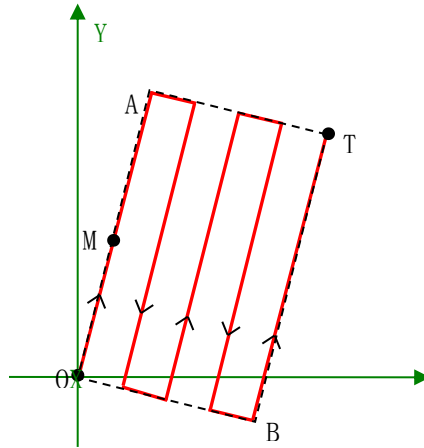

图 6.21 逐行模式的矩形插补运动示意图
如图 6.21 所示，要进行一次逐行模式的矩形插补运动，必须确定以下三个参数：
- (1) 对角位置，如图 6.21 中的点 T，该点确定了矩形的对角点。
- (2) 矩形方向标记位置，如图 6.21 中的点 M。矩形方向标记位置确定了矩形插补运动第一条边的运动方向，该方向为射线 OM 的方向。此时，通过对角位置坐标及矩形边的方向，则可以确定该矩形区域的框架，如图 6.21 中的矩形 OATB。
- (3) 行数，如图 6.21 中矩形插补运动的行数为 5。通过行数参数，可以设置在指定矩形区域内进行矩形逐行插补运动的行数。